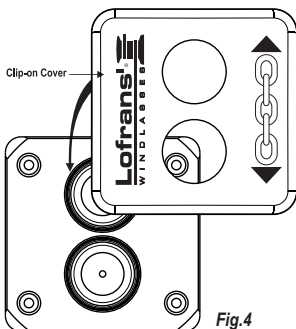

Fig.4
- Erst wenn Sie mit der Verdrattung und Positionierung des Geräts zufrieden sind, können Sie die Frontblende/Abdeckung aufsetzen. Das Logo von Lofrans muss sich auf der linken Seite des Touchpanels befinden, genau wie in Abb.4 dargestellt